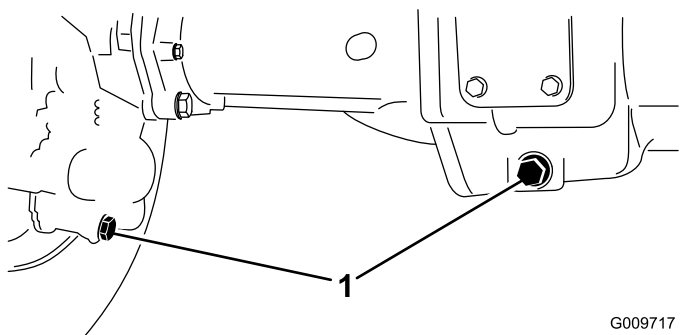

Рисунок 70
2. Очистите область вокруг 3 сливных пробок, по 1 на каждом конце и 1 в центре (Рисунок 70).